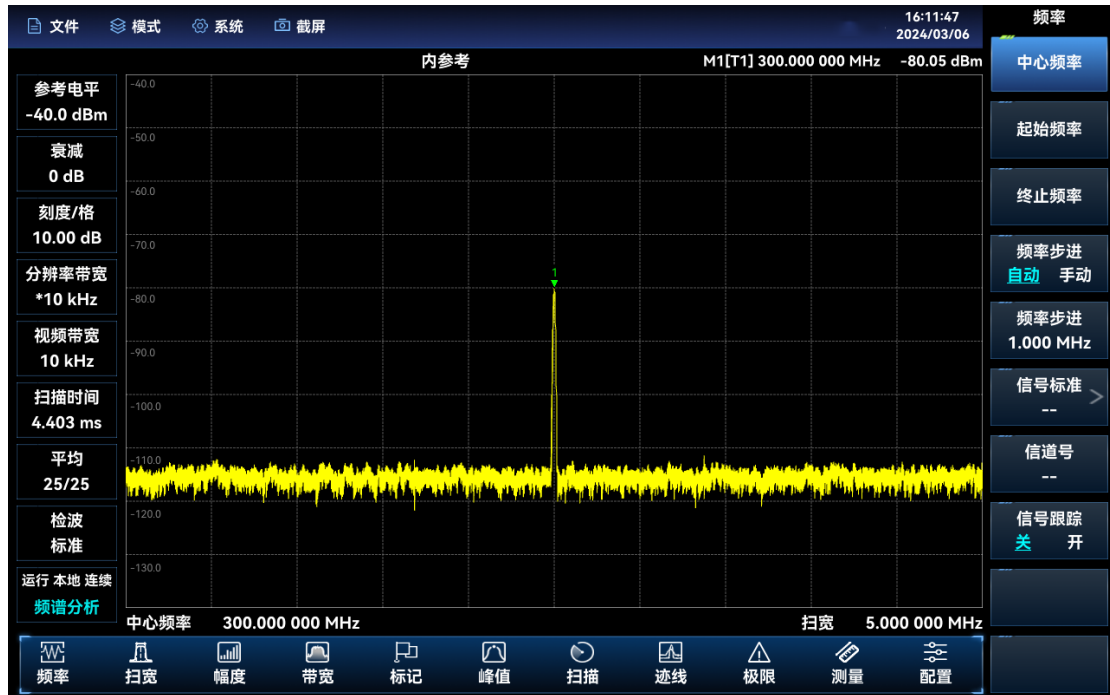

图 3.24 采用轨迹平均测量小信号
- 从前面板的数字输入区输入数字，按【确定】，或软菜单中[确认]键，如图 3.24。此时显示屏幕区左侧的注释窗口将显示平均的次数，一旦达到您设置的平均次数，频谱分析仪将继续在该数据基础上进行平均运算。如果您希望达到平均次数后测量停止，可以使用单扫功能。按【扫描】、[扫描类型 连续 单次]。